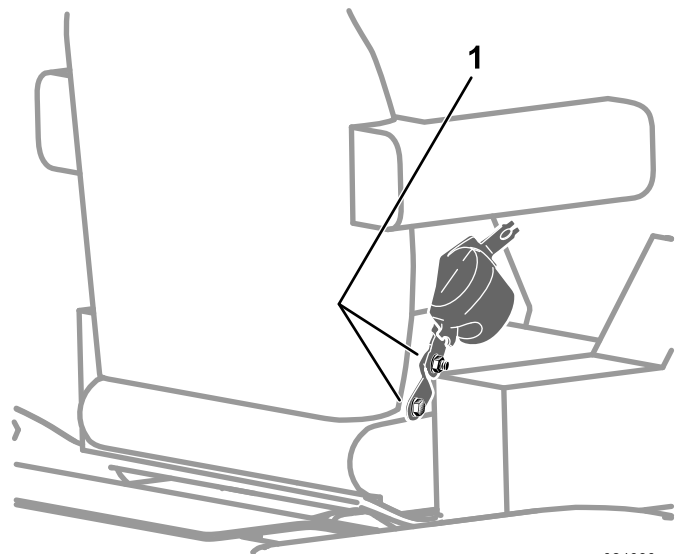

Bild 114
2. Prüfen Sie, ob die Schrauben und Muttern, mit denen der Sicherheitsgurtrückzug und das -schloss am Sitz befestigt sind, mit 47-61 Nm angezogen sind, siehe Bild 114.